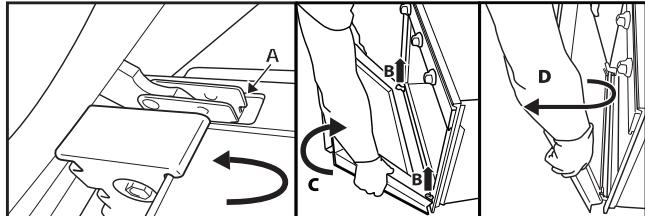

Fig. 2
- Feche a porta o mais possível (A), levante a porta (B) e rode-a (C) até ficar solta (D) (Fig. 2).